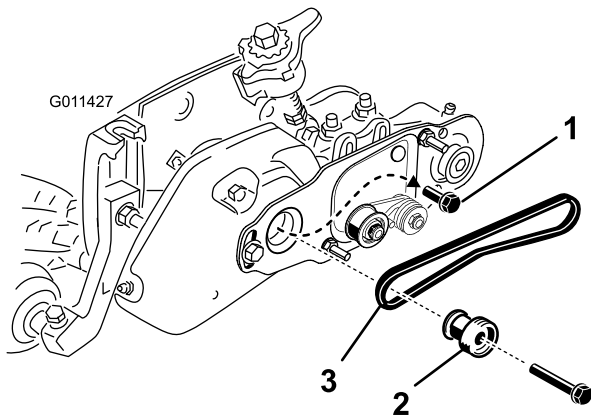

Figura 31
42. Togliete il bullone che fissa la puleggia dell'elemento grooming all'albero di trasmissione (Figura 31).
43. Inserite la puleggia motrice della spazzola nella puleggia motrice dell'elemento grooming e sull'albero di trasmissione (Figura 31). Verificate che le linguette della puleggia siano inserite nella scanalatura dell'albero di trasmissione.
(Figura 31). Serrate il bullone ad una coppia compresa tra 46 e 54 Nm.